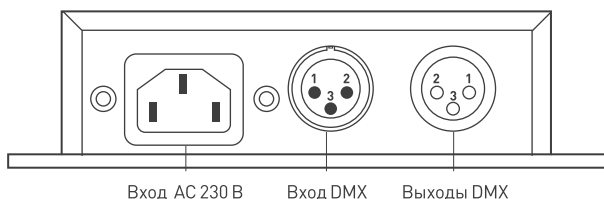

Рис. 1. Назначение разъемов и маркировка контактов.
- 3.3. Подключите кабели DMX-шины ко входу и выходу усилителя. Назначение разъемов и соответствие контактов показано на Рис. 1.